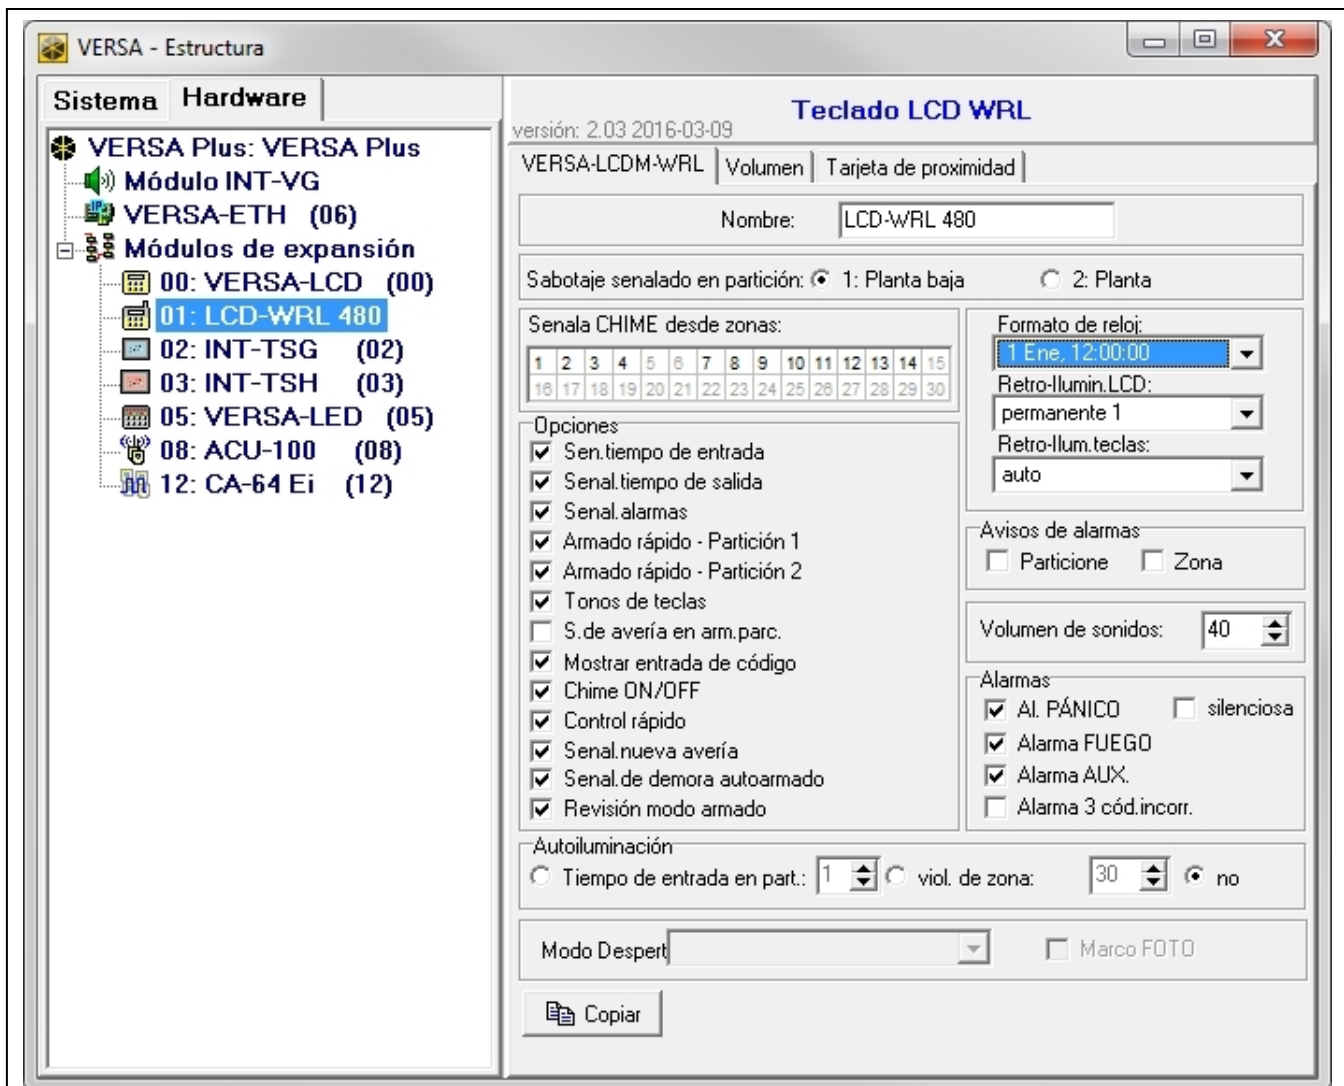

Fig. 4. Programa DLOADX: ajustes del teclado guardados en la central de alarma.
- programa DLOADX: →ventana «VERSA – Estructura» →pestaña «Equipo» →rama «Módulos de expansión» →[nombre del teclado] (fig. 4),